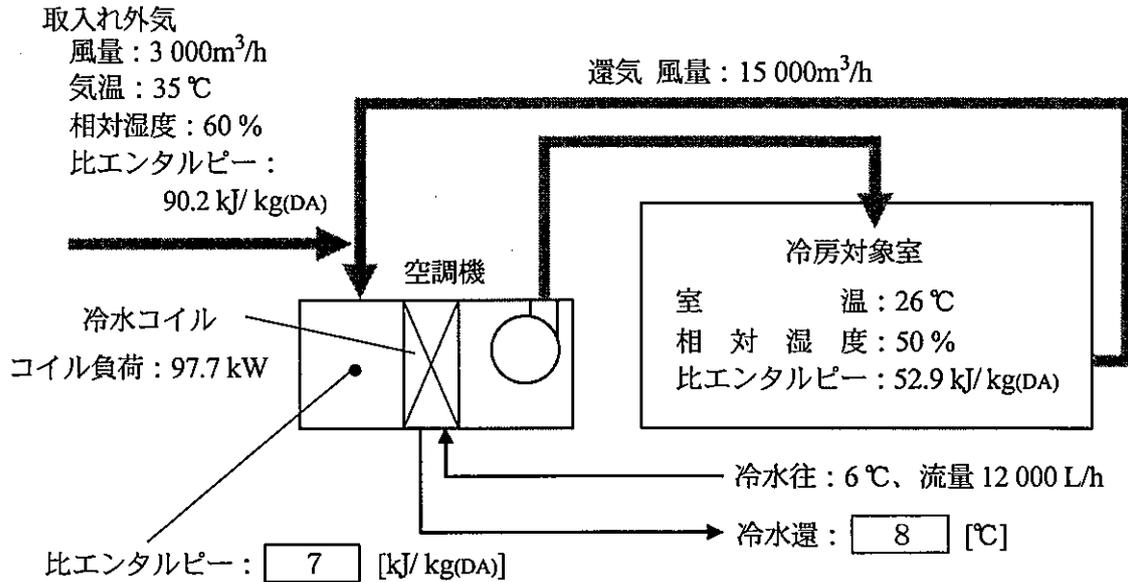

図2 空調システム
(2) 図2のような、取入れ外気と室内からの還気を一定比率で混合した空気を、冷水コイルで冷却除湿した後に冷房対象室へ送風する空調機がある。各点の温湿度や風量・流量等は図2に示すとおりである。ここで、空気の密度は 1.2 kg(DA)/m^3 、比熱は $1.0 \text{ kJ/(kg}\cdot\text{K)}$ 、また水の密度は 1.0 kg/L 、比熱は $4.19 \text{ kJ/(kg}\cdot\text{K)}$ とする。なお、 kg(DA) は乾き空気の質量を表す。